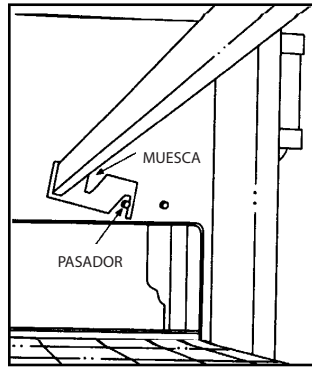

Figura 1
2. Antes de instalar los soportes de retención en los hornos, asegúrese de que se haya retirado todo el material de embalaje del recubrimiento de la cámara impeleante. Coloque boca abajo los soportes de retención del distribuidor de calor para instalarlos y enganche el pasador de retención como se muestra. **(Consulte la Figura 1).**